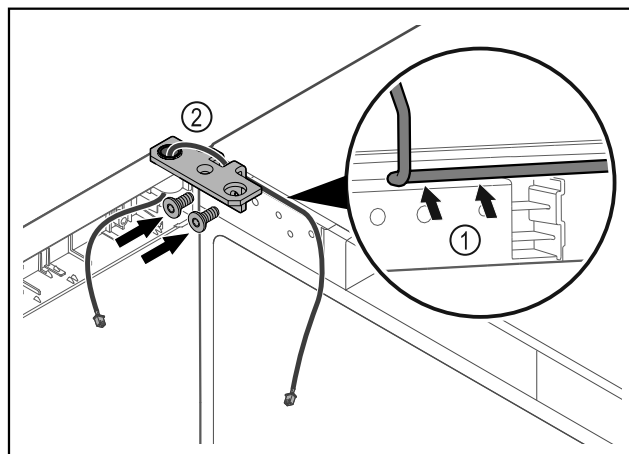

Fig. 37
- ▶ Вкарайте кабела през прореза на ъгъла на пантата и го положете внимателно Fig. 37 (1).
- ▶ Завинтете ъгъла на пантата Fig. 37 (2).